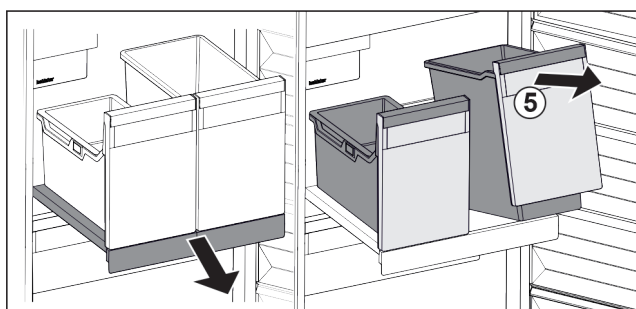

Fig. 99
- Bak Fig. 99 (5) aan voorzijde optillen.